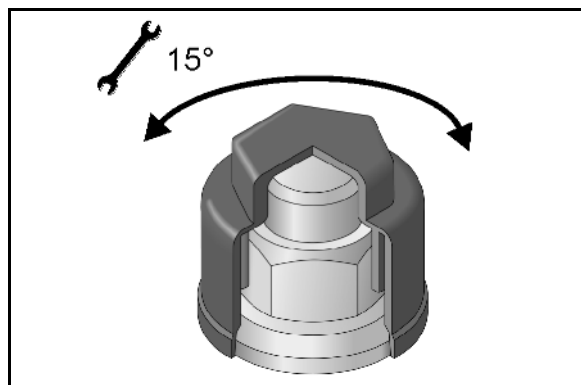

Fig. 174
- Man skal være opmærksom på, at donkraften sidder sikkert i holderen (Fig. 174/1).